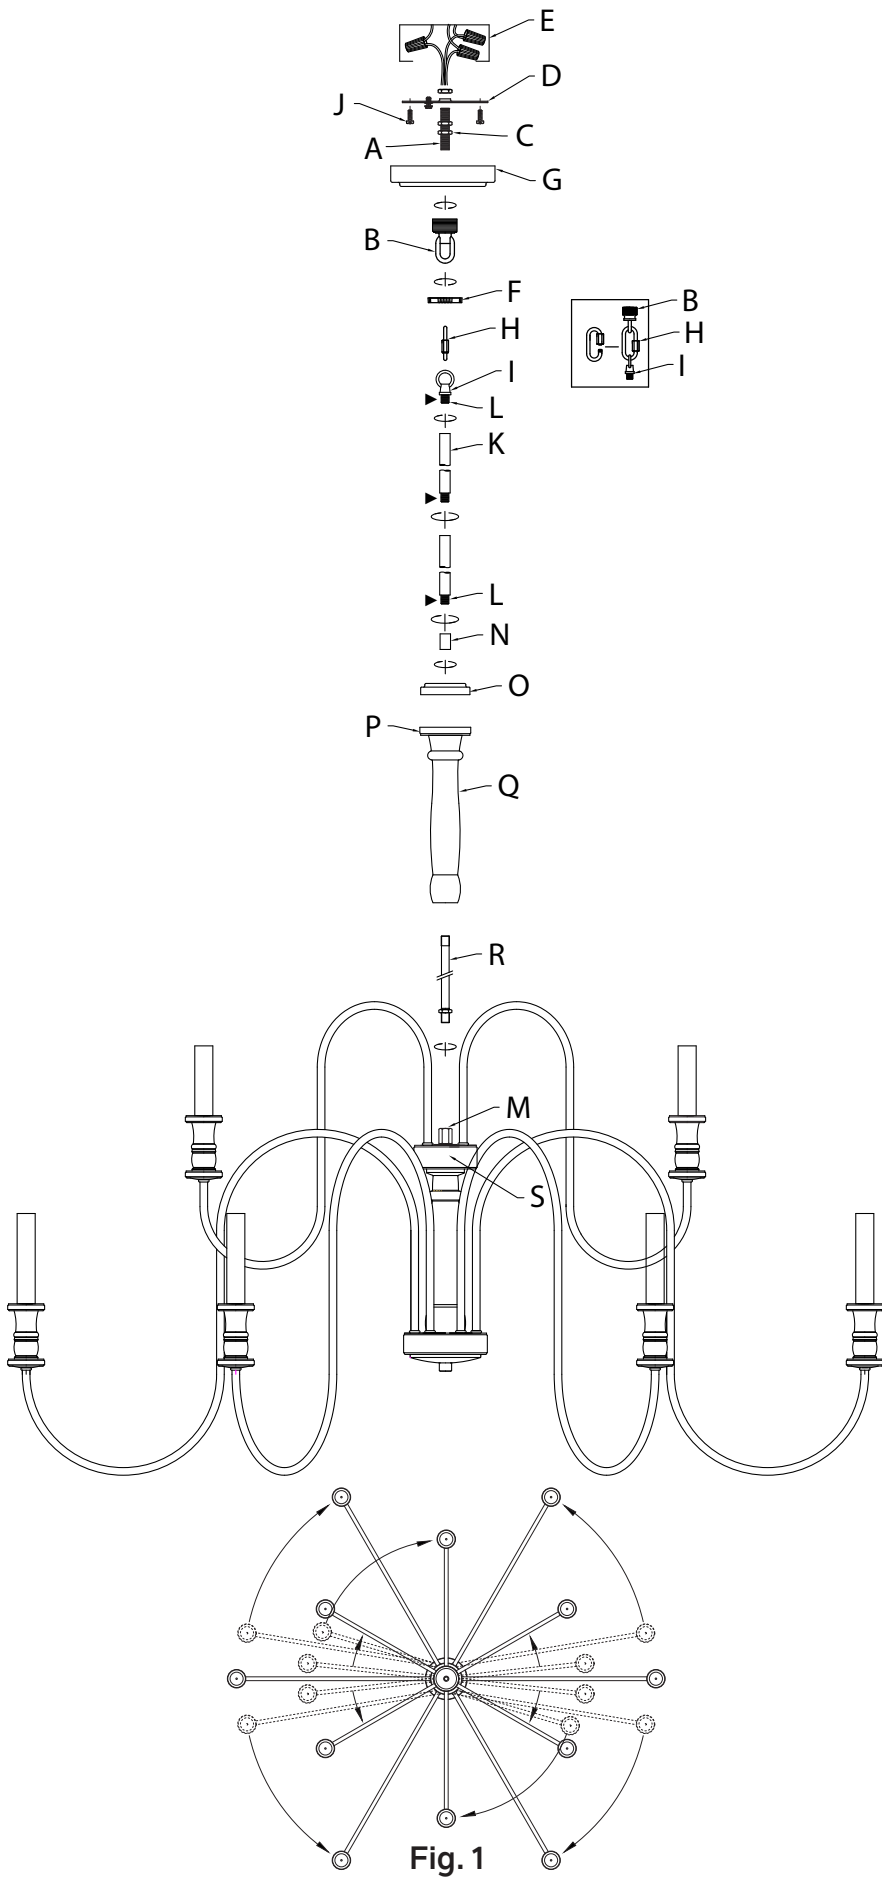

Fig. 1
1. Gire los brazos del artefacto a su posición como se muestra (Fig. 1).